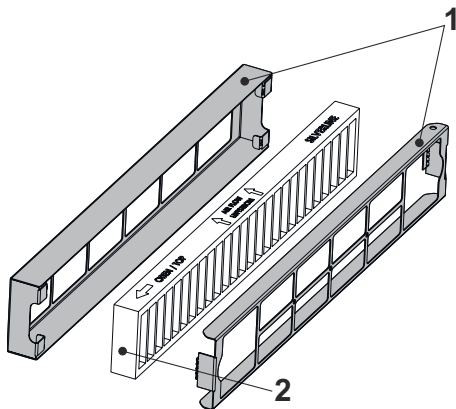

Fig. 8
4. → Rimuovere il vecchio filtro al carbone dall'alloggiamento e sostituirlo con un nuovo filtro al carbone (Fig. 8).
Quando si sostituisce il filtro al carbone, si prega di sostituire solo il filtro al carbone (Fig. 8/2), senza buttare via l'alloggiamento del filtro.
I filtri a carbone e Helsa non dovrebbero essere utilizzati senza il montaggio Alloggiamento del filtro a carbone (al Fig. 8/1).